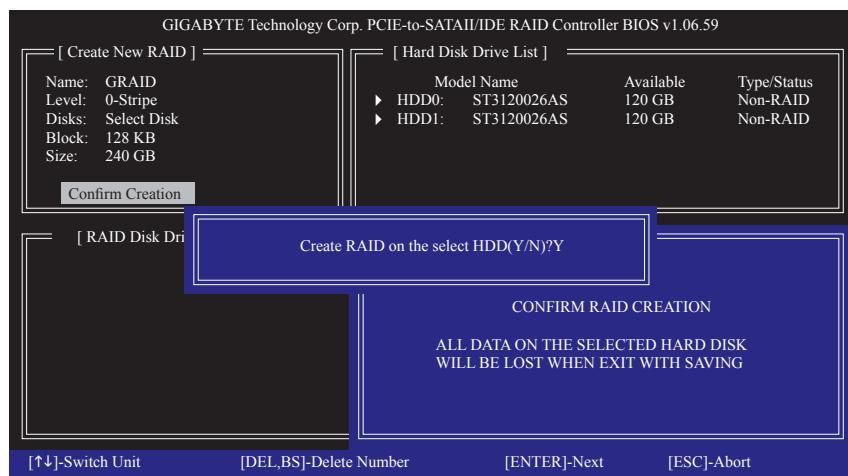

図 7
6. **Confirm Creation:** 上の項目をすべて構成すると、選択バーは Confirm Creation 項目に自動的にジャンプします。**<Enter>** を押します。選択を確認するように求めるメッセージが表示されたら(図 7)、**<Y>** を押して確認するか **<N>** を押して中断します。